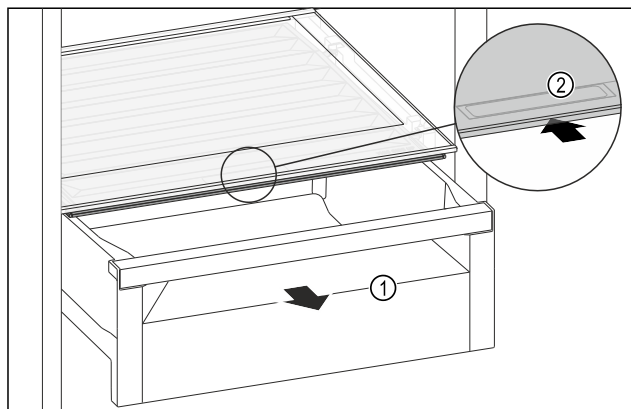

Fig. 176
- Zásuvku Fig. 176 (1) vytáhněte.
- Uchopte prohlubeň pro rukojeť Fig. 176 (2) na víku zásuvky a současně zasuňte víko zásuvky směrem dozadu.